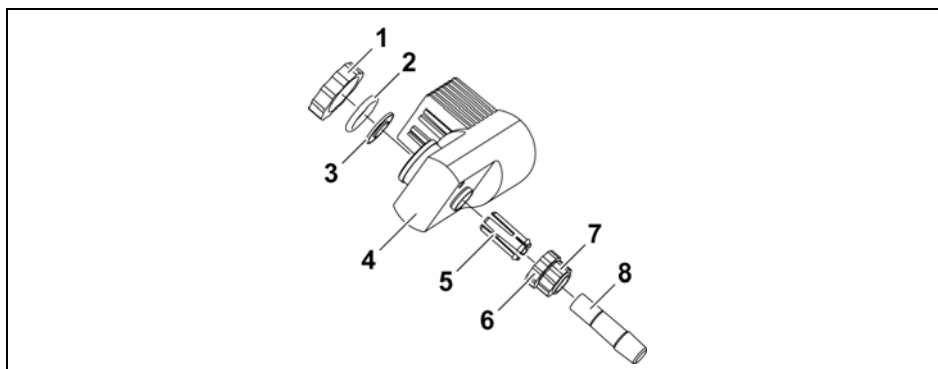

Fig. 4-5: Instalar el paso de vapor
4. Desatornillar la unión atornillada del paso de vapor (Fig. 4-5 (6, 7)) del entrenamiento.
5. Sacar el casquillo de apriete (Fig. 4-5 (5)).
6. Deslizar la unión atornillada del paso de vapor (Fig. 4-5 (6, 7)) y el casquillo de apriete (Fig. 4-5 (5)) con el reborde hacia adelante sobre el paso de vapor (Fig. 4-5 (8)). Cerciorarse de que el reborde encastre (debe oírse) en la entalladura del paso de vapor (Fig. 4-5 (8)).
7. Introducir el paso de vapor (Fig. 4-5 (8)) con las piezas premontadas en el entrenamiento.
9. Atornillar el paso de vapor (Fig. 4-5 (8)) en la cabeza propulsora (Fig. 4-5 (4)) mediante la unión atornillada del paso de vapor (Fig. 4-5 (6, 7)) sin ejercer demasiada presión.